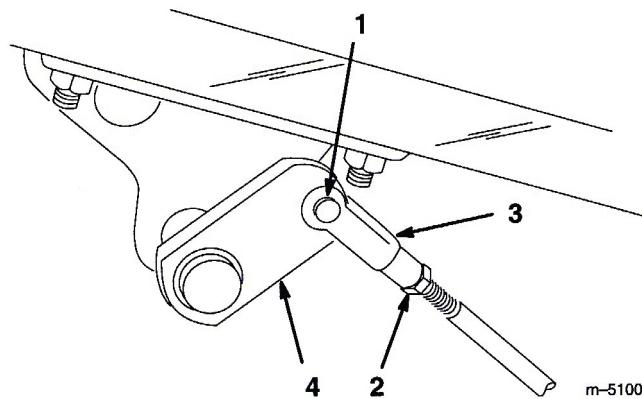

図50
- ブレーキが片効きであれば、コッター・ピンとクレビス・ピンを外して、ブレーキロッドを外す（図50）。
- ジャムナットをゆるめ、クレビスを調整する（図50）。
- クレビスをシャフトに取り付ける（図50）。